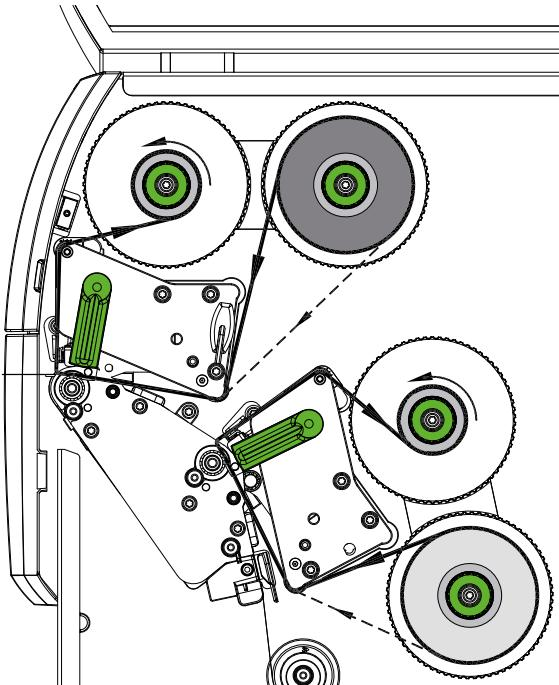

Bild 17 Transferfolienlauf
2. Hebel (1) entgegen dem Uhrzeigersinn drehen, um den Druckkopf anzuheben.
3. Transferfolienrolle (4) so auf den Abwickler (5) schieben, dass die Farbbebeschichtung der Folie nach dem Einlegen auf der dem Druckkopf abgewandten Seite liegt.
4. Abwickler (5) festhalten und Drehknopf (6) entgegen dem Uhrzeigersinn drehen, bis die Rolle fixiert ist.
5. Geeigneten Kern (2) auf den Transferfolienaufwickler (3) schieben und in analoger Weise wie die Folienrolle fixieren.
6. Transferfolie wie in Bild 17 durch die Druckmechanik führen.